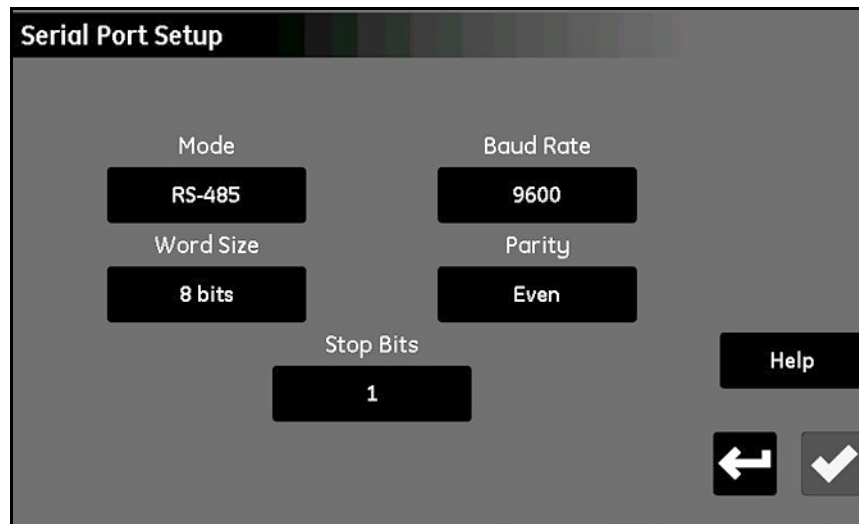

Figura 67: Pantalla de configuración del puerto serie
1. En la pantalla *Menú Configuración* (consulte la *Figura 52 en la página 57*), pulse el botón **Puerto serie** para abrir una pantalla *Configuración de puerto serie* similar a la de la *Figura 67*.